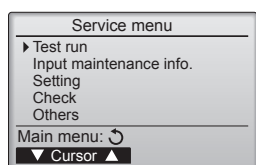

Fig. 7-4
- ③ Sélectionnez "Test run" (Test fonctions) à l'aide du bouton  ou , puis appuyez sur le bouton . (Fig. 7-4)